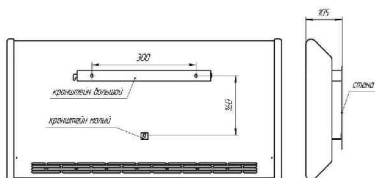

Рис.2 Координаты крепежных отверстий.
3. Приложить кронштейн к стене и произвести разметку отверстий(см. рис.2).